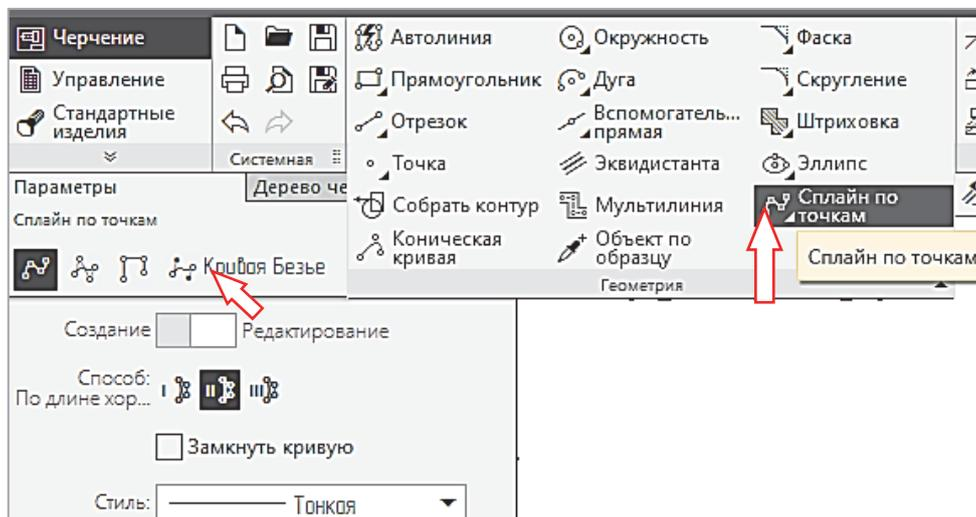

Рис. 1.17-2
1. На ленте инструментов выбрать команду **Черчение** → **Геометрия** → **Сплайн по точкам** →  (рис. 1.17-2).